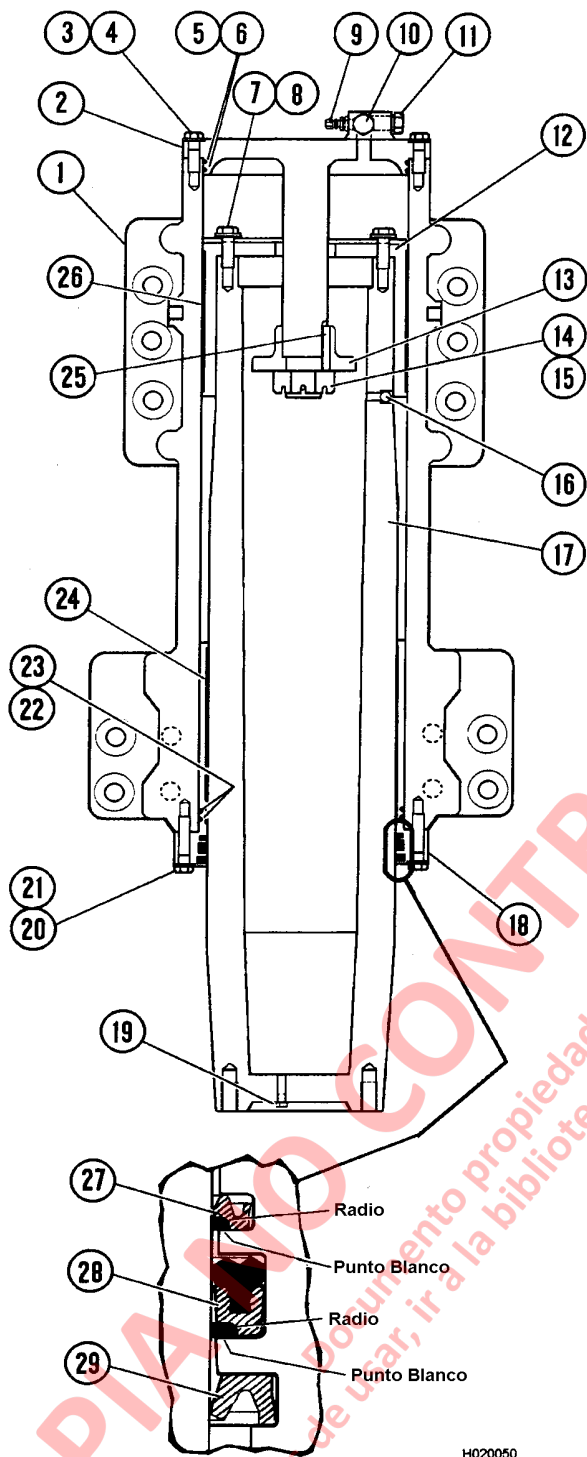

FIGURA 2-9. SUSPENSION DELANTERA
1. Saque los pernos del retén del rodamiento inferior, y las golillas endurecidas (20 y 21, Figura 2-9). Instale pernos de empuje en los orificios roscados de la pestaña del retén.
2. Apriete los pernos de empuje de manera uniforme, y prepárelos para soportar el retén del rodamiento, a medida que éste sale de la caja de la suspensión. Saque el conjunto del retén (18).
3. Saque el excéntrico (29), el sello de la varilla (28), el sello gradual (27), el anillo de goma (22), el anillo de respaldo (23) y el inserto del rodamiento inferior (24).
1. Instale el nuevo sello de la varilla (28, Figura 2-9), el sello gradual (27) y el excéntrico de la varilla (29).
Al instalar los anillos de respaldo con el sello de la varilla (28) y el sello gradual, (27), asegúrese que el radio esté posicionado hacia el sello, y que el punto blanco esté lejos del sello como se muestra en la Figura 2-9.
2. Instale los nuevos anillos de goma (22) y los anillos de respaldo (23) en sus ranuras correspondientes en el retén del rodamiento inferior (18). Instale el nuevo rodamiento (24).
4. Fije el dispositivo de levante al pistón (7) y saque cuidadosamente de la caja.
5. Saque los pernos y golillas (20 y 21, Figura 2-9). Instale los pernos de empuje y saque el retén del rodamiento inferior (18).
6. Saque y deseche el sello de la varilla (28), el sello gradual (27) y el excéntrico de la varilla (29). Saque y deseche los anillos de goma (22) y los anillos de respaldo (23). Saque el rodamiento inferior (24).
1. Instale un sello de varilla nuevo (28, Figura 2-9), un sello gradual (27) y un excéntrico de varilla (29).
Al instalar los anillos de respaldo con el sello de la varilla (28) y el sello gradual (27), asegúrese que el radio esté posicionado hacia el sello y que el punto blanco esté separado del sello como aparece en la Figura 2-9.
2. Instale anillos de goma nuevos (22) y anillos de respaldo (23) en sus ranuras correspondientes en el retén del rodamiento (18).
3. Instale el rodamiento inferior (18, Figura 2-9) en la caja de la suspensión lubricada. Instale pernos y golillas de seguridad endurecidas (20 y 21) a través de la pestaña del rodamiento y hacia los orificios roscados en la caja. Apriete a un torque de **678 N.m (500 ft. lbs.)**.
12. Instale el tapón inferior (19, Figura 2-9) y apriete a un torque de **17 N.m (13 ft. lbs.)**.